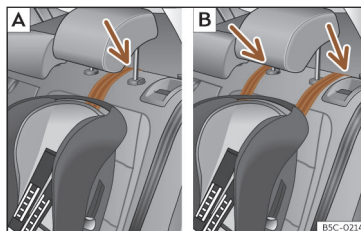
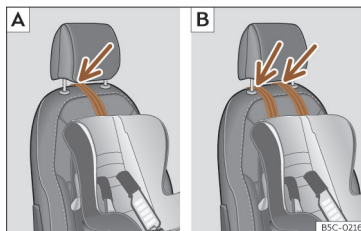

Fig. 44 Asientos traseros: ajuste y montaje en función del cinturón Top Tether.
Fig. 45 Asiento del acompañante: ajuste y montaje en función del cinturón Top Tether.
- Coloque la correa por debajo del apoyacabezas (en función de las instrucciones de la propia silla, levante o retire el apoyacabezas si fuera necesario) >>> fig. 44, >>> fig. 45.